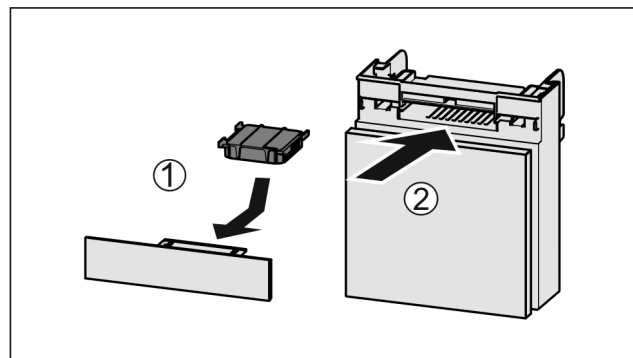

Fig. 129
- ▶ Inserire il vano Fig. 129 (2).